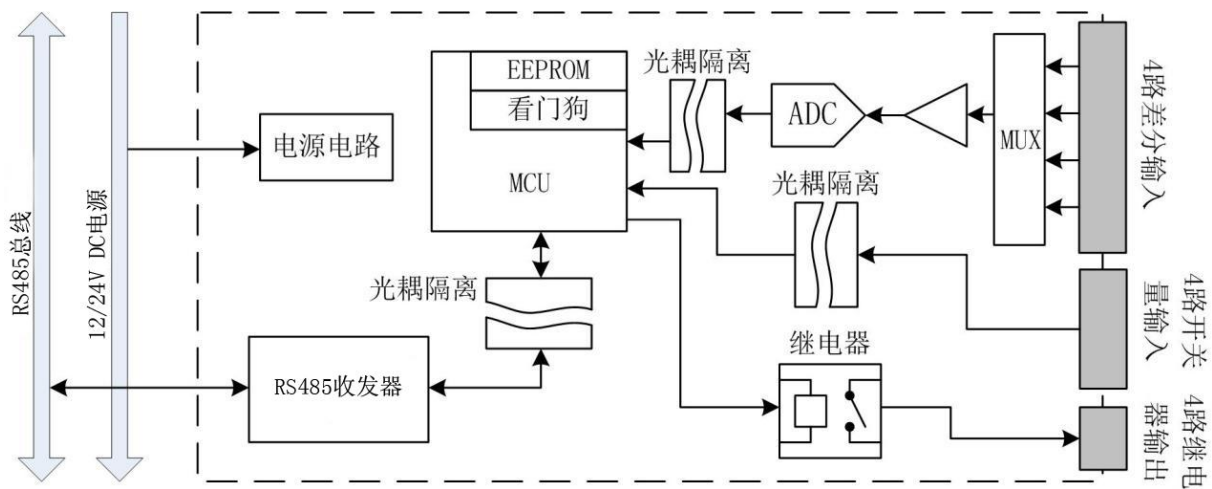

图 1.1 MR-M4440-K 原理框图
MR-M4440-K 为 RS485 型隔离 4 通道开关量输入 (DI)、隔离 4 通道开关量 (继电器) 输出 (DO)、4 通道模拟量输入 (AI) 混合模块。模块内部电路与现场输入信号及开关量输出电路之间采用光耦隔离。其原理框图如图 1.1: